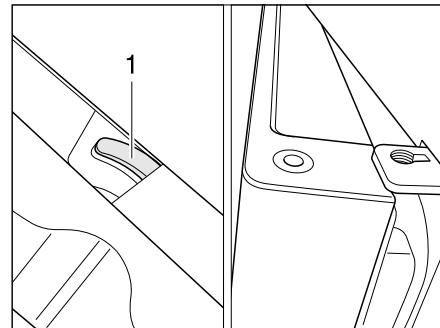

Bild 207 Kühlschranktür/Frosterfachtür in Lüftungsstellung (Dometic 7er-Reihe mit separatem Frosterfach)
- Verriegelung ganz nach rechts schieben. Die Kühlschranktür/Frosterfachtür ist mit Hilfe der Türarretierung (Bild 207,1) fixiert. Die Kühlschranktür/Frosterfachtür bleibt damit leicht geöffnet (Bild 207).